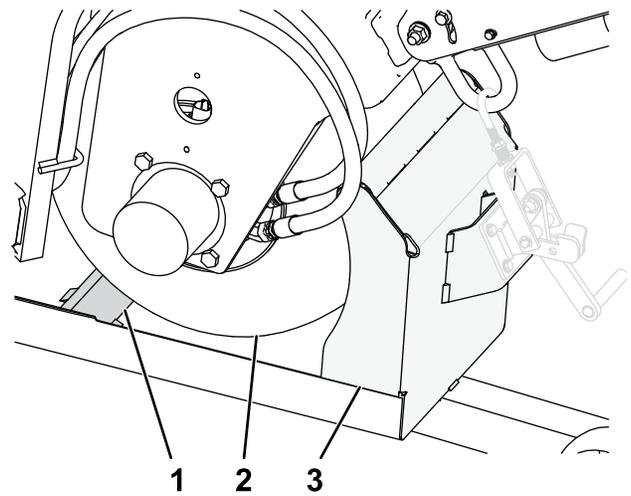

Figura 5
4. Camine sobre el suelo mientras guía la máquina lentamente por la rampa y sobre el remolque, hasta que la rueda delantera pase por encima del calzo integrado y descanse contra el protector delantero del remolque (Figura 5).